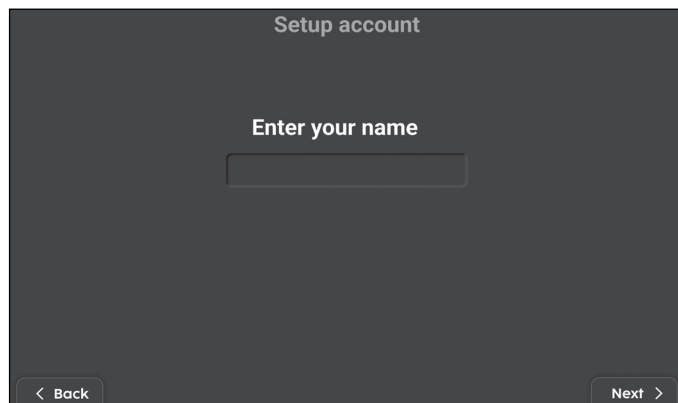

Abbildung 15
4. Erstellen Sie einen Kontonamen **(Abb. 15)**.